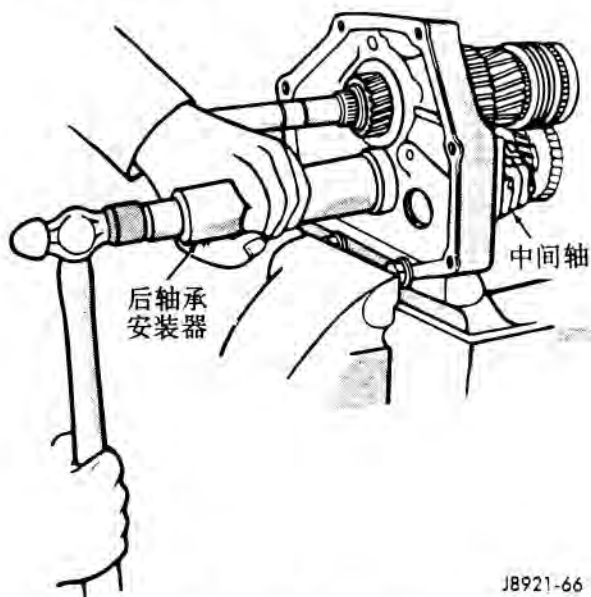

图 66 安装中间轴
(20) 安装输入轴到输出轴上。
(21) 把中间轴安装到中间隔板上(图 66)。